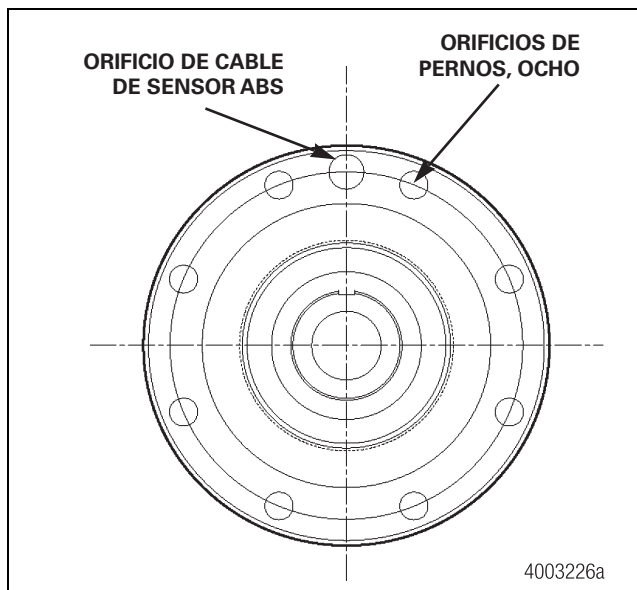

Figura 6.27
- **En bridas de nueve orificios:** Fije el freno instalando tornillos del diámetro correcto, de 5/8 de pulgada (15.875 mm) a través de los ocho orificios de 0.656 de pulgada (17 mm). Apriete los tornillos a 180-230 lb-pie (244-312 N•m). Figura 6.27. 🔧